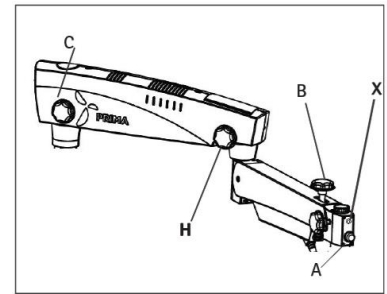

Fig. 44
Il est situé devant le bras de suspension représenté par (A) sur la Fig. 44. La luminosité du champ de vision peut être réglée selon le confort de l'utilisateur à l'aide du bouton de contrôle de l'intensité.
Ce bouton représenté par H sur la Fig. 44 bloque le mouvement rotatif du bras de suspension à la position souhaitée en le tournant dans le sens des aiguilles d'une montre.
Ce bouton représenté par B sur la Fig. 44 verrouille le mouvement HAUT/BAS du bras de suspension à la hauteur souhaitée en le tournant dans le sens des aiguilles d'une montre.